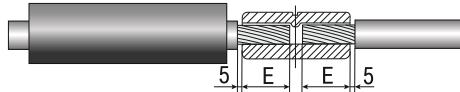

Рисунок 10
4.26.1 Удалить изоляцию с жил на длине  $E+5$  мм (рисунок 10).